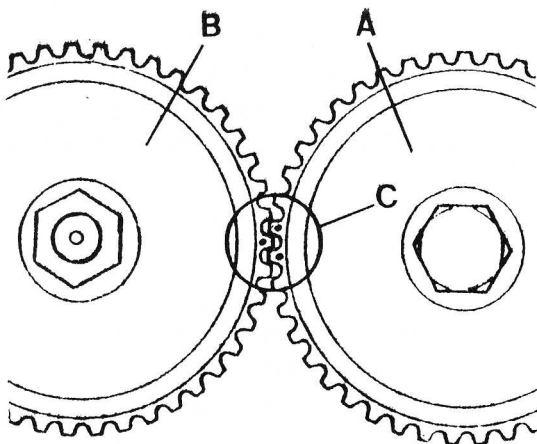

Fig. A3-66 Posición de los engranajes de la distribución para -- proceder a su desmontaje
- 1.5. Girar el cigueñal, hasta que los dos dientes del engranaje del árbol de levas, A (Fig. A3-66), marcados con un granetazo, queden engranados con el diente -- del engranaje de la bomba inyectora, B, marcado con un granetazo (ver detalle C).